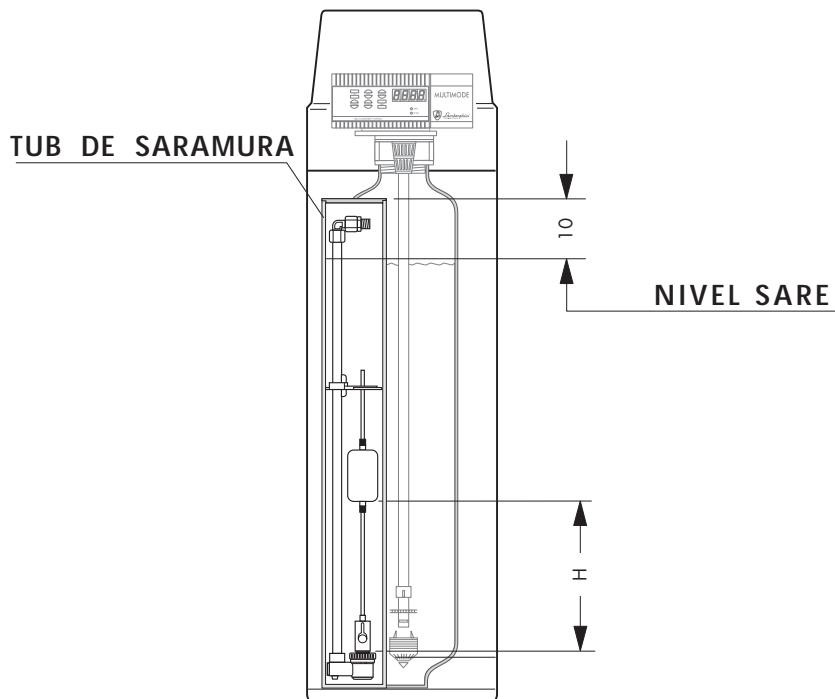

Fig. 4
- a) Umpleti conteinerul cu sare pana la 10 mm. de marginea tubului de saramura (Fig. 4).